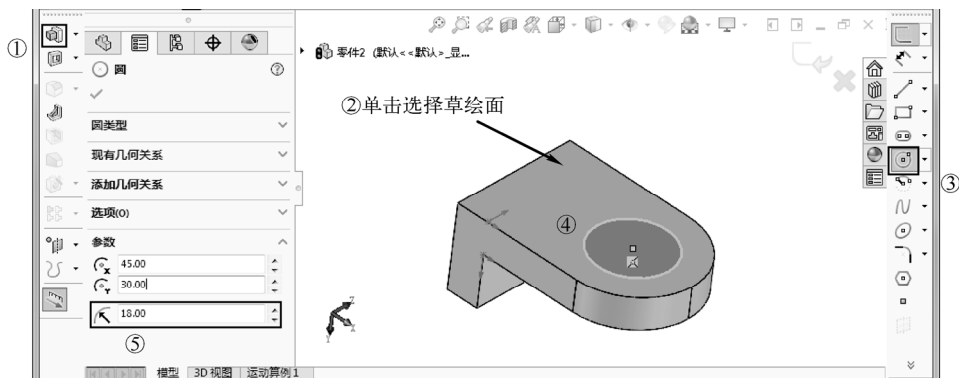

图 1-65 绘制拉伸的底面轮廓
STEP 6 单击“特征”工具栏中的“拉伸凸台/基体”按钮, 选择工件的下表面作为草图绘制面, 并单击“圆”按钮绘制如图 1-65 所示的圆(注意选择与 **STEP 5** 的圆角同圆心), 圆的半径设置为“18”个单位, 单击“确定”按钮继续。